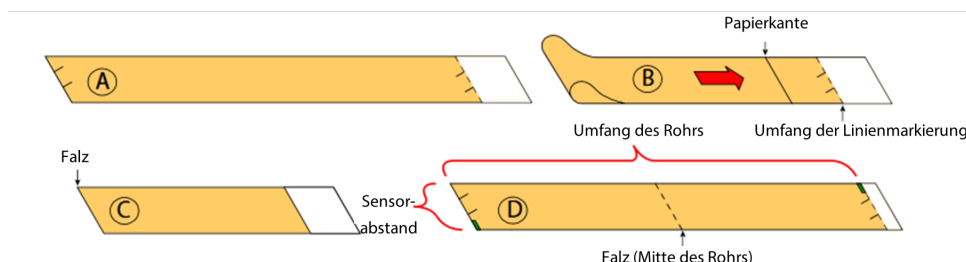

Abbildung 16: Halbierung des Rohrumfangs
3. Entfernen Sie das Papierband und breiten Sie es auf einer flachen Oberfläche aus. Siehe "A" in Abbildung 16 auf Seite 9.
4. Falten Sie das Papierband zur Hälfte, wodurch sich der Umfang halbiert. Siehe "B" in Abbildung 16 auf Seite 9.
5. Falten Sie das Papierband an der Falzlinie. Markieren Sie den Falz. Siehe "C" in Abbildung 16 auf Seite 9.